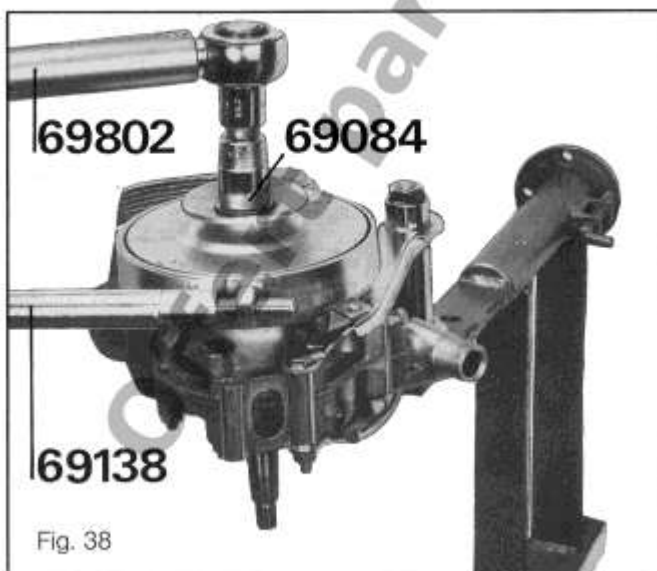

Fig. 38
- Desserrer l'écrou en bout de vilebrequin (filetage à droite) avec une clé à pipe de 17 ou une clé dynamométrique 69802 équipée du réducteur et de la douille de 17 n° 69084 en immobilisant la tambour (J) avec l'outil 69138 (*figure 38*).